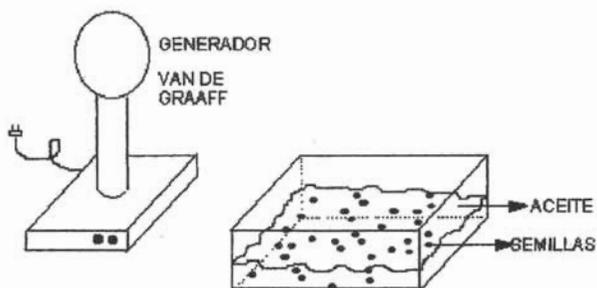

Figura 2.2.
- e) Considerar el siguiente dispositivo (Figura 2.2)